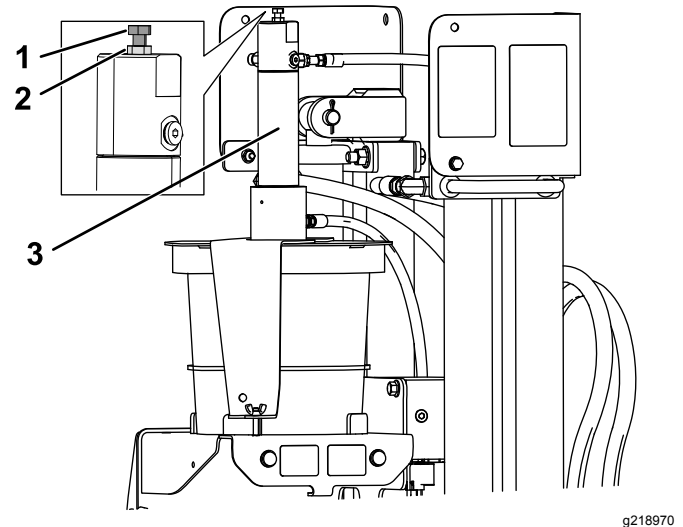

Figura 71
1. Afloje la contratuerca del perno de ajuste, que está situado encima del pistón del aplicador de lubricante de roscas (Figura 71).